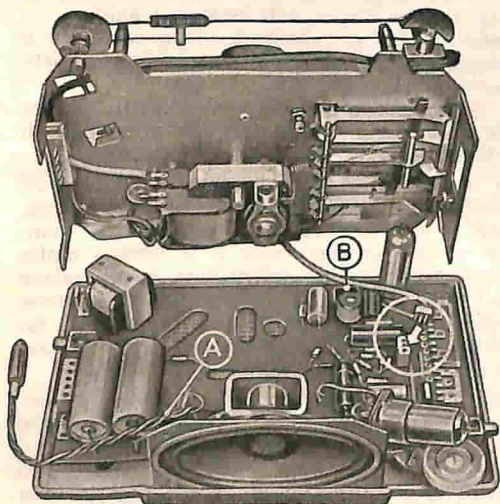

Fig. 5
- La resistenza semifissa « A » serve per la taratura dell'indicatore del livello di registrazione. Essa viene regolata in fabbrica in sede di collaudo e non è quindi necessario, normalmente, ritoccare la regolazione; nel caso però in cui, per sostituzione delle valvole o per altri motivi, le variazioni luminose fossero insufficienti od eccessive si operi come segue (fig. 5):